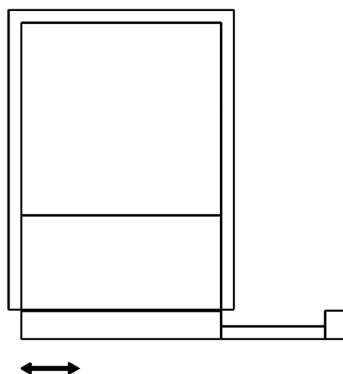

Fig.5
- Trekk frontpanelet helt ut og monter kullfilteret i det kammeret som befinner seg ved motorgitteret (fig. 5).